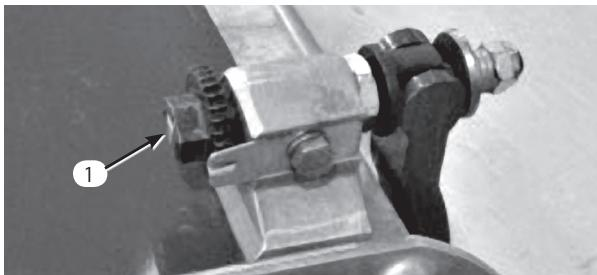

図8
1. ユニットを水平で平らな作業台の上に置く。ベッド・バー調整ネジを左に回して、リールと下刃の接触を完全になくす(図8)。